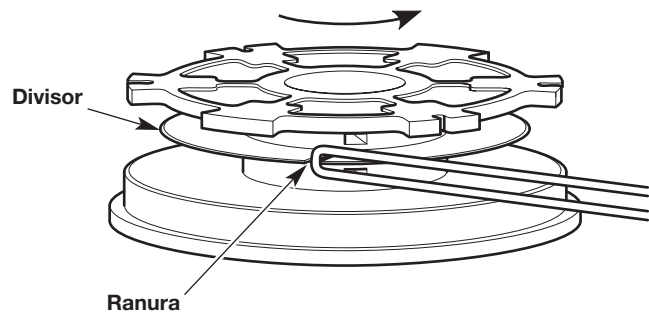

Fig. 21
2. Inserte el lazo en la ranura del divisor (Fig. 21). Enrolle el hilo ajustado en el sentido que se indica en la parte inferior del carrete interior hasta que queden aproximadamente 6 pulgadas (150 mm) de hilo. Mantenga la mitad superior del hilo por encima del divisor y la mitad inferior del hilo por debajo del divisor.